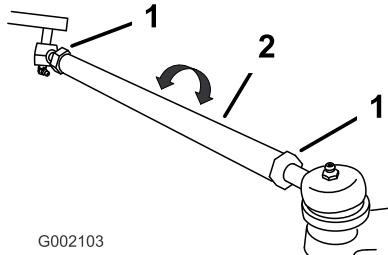

Figura 45
- Se la misura non rientra nel campo specificato di 0–6 mm, allentate i controdadi da ambo i lati dei tiranti (Figura 45).